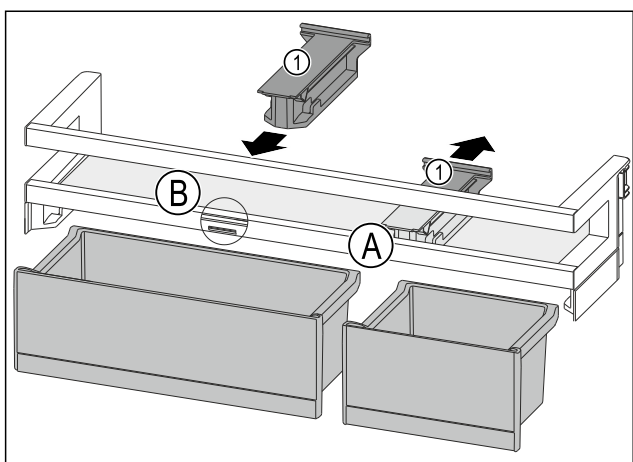

Fig. 168
- ▶ Húzza hátra a tartóelemet Fig. 168 (1) pozícióba Fig. 168 (A).
- ▶ Helyezze be a tartóelemet Fig. 168 (1) pozícióba Fig. 168 (B).